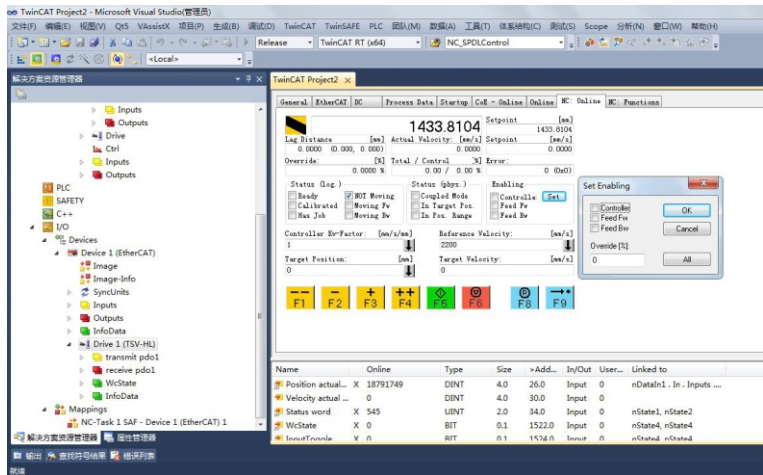
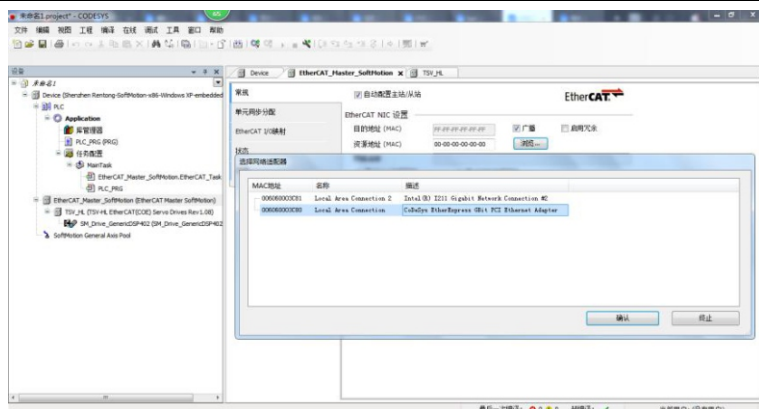

图 12
图 13
10、选择 TwinCAT 菜单 Activate configuration，选择 Driver1，进入 NC: online 标签页，点击 Enabling->set->all 使能伺服驱动器（图 12），点击 F2 或 F3 手动正反转，默认速度是 100mm/s，即 600 转/分钟，可以从伺服驱动器确认（图 13）。